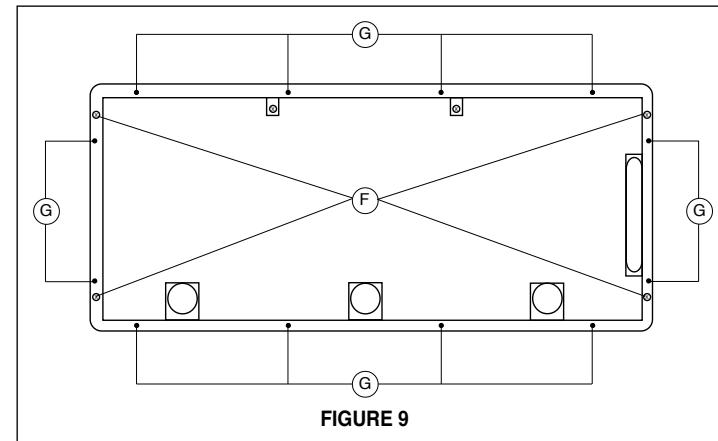

FIGURE 9
6. Installer la hotte sur l'armoire à l'aide de quatre fixations à ressort, deux de chaque côté de la hotte. Utiliser un tournevis Phillips et serrer la vis de reglement (**F de la FIGURE 9**) tandis que les fixations s'attachent fortement à la surface.
7. IMPORTANT: Installer la hotte sur l'armoire à l'aide des 12 vis (ne pas fournies) dans les trous (**G de la FIGURE 9**).